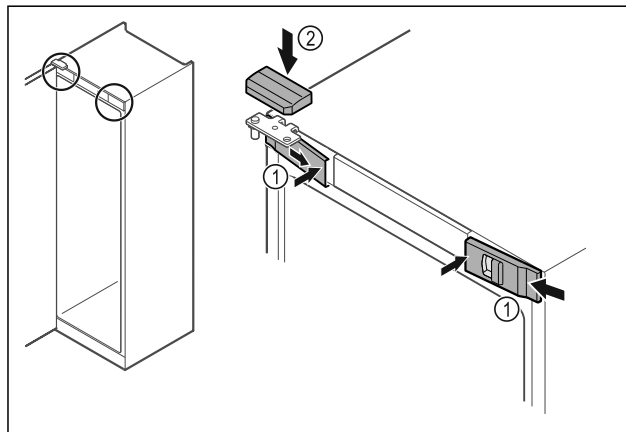

Fig. 44
- ▶ Acroșați apărătorile frontale Fig. 44 (1) lateral și fixați-le în poziție la interior.
- ▶ Fixați în poziție apărătoarea superioară Fig. 44 (2) de sus.